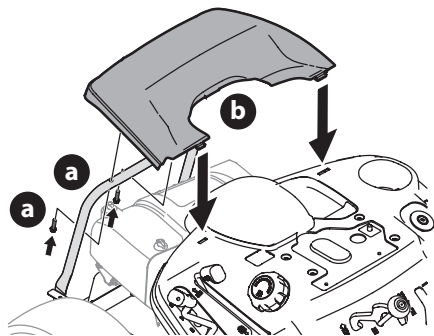

Figure 13
1. Retirez les deux vis hexagonales (a) installées en usine situées sur le couvercle du moteur (b). Conservez les vis pour utilisation ultérieure (Figure 13).
2. Installez le couvercle de moteur arrière (b) en le plaçant comme illustré à la Figure 13 à la page 71. Faites-le basculer vers l'avant pour l'ajuster dans les fentes aménagées, puis inclinez-le vers l'arrière pour aligner les trous de montage.
3. Attachez le couvercle (b) avec les deux vis retirées précédemment. Ne les serrez pas excessivement (Figure 13 à la page 71).